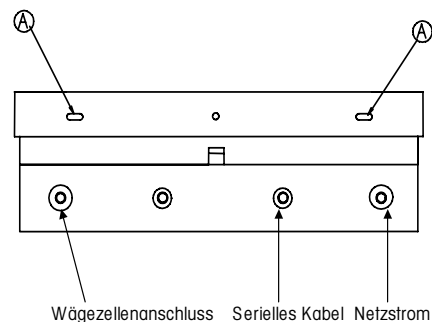

Abbildung 4
1. Die Spitze eines Flachkopfschraubendrehers in einen der beiden Schlitz („A“ in Abbildung 4) an der Unterseite der Vorderplatte einführen.